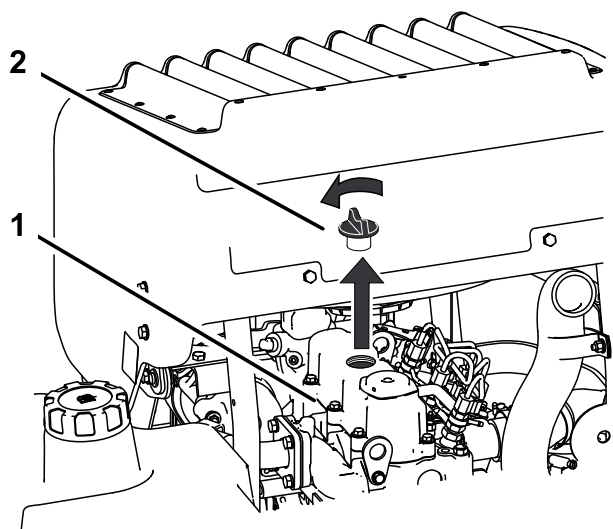

Figura 67
6. Togliete il tappo di riempimento dell'olio da sopra il motore (Figura 67),
2. Rimuovete il tappo dell'olio e l'asta di livello (Figura 67).